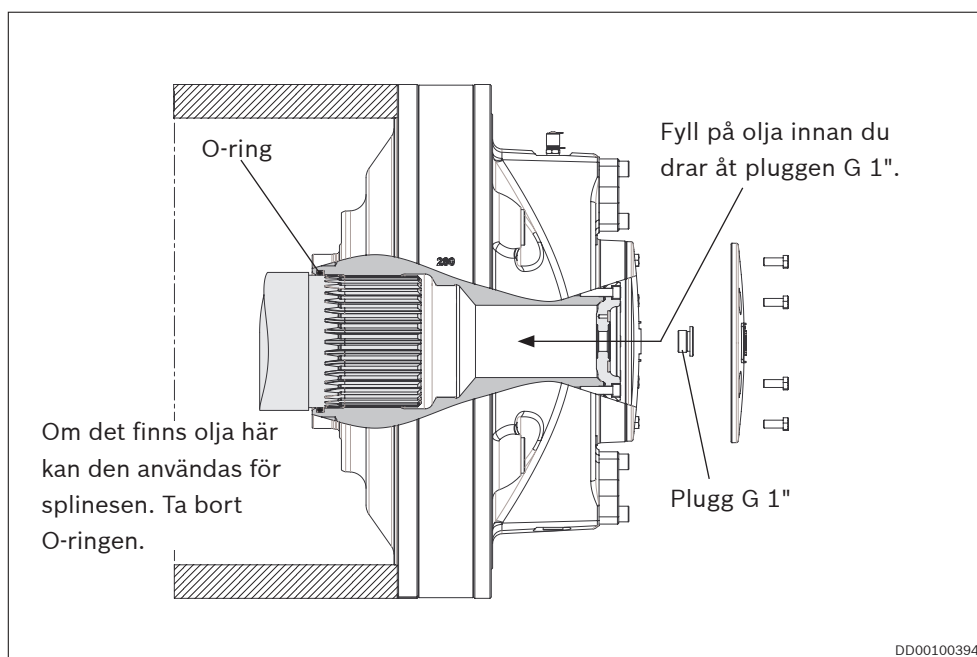

Fig. 44: Flänsmonterad motor, horisontell axel
2. Fyll på hydraulolja till G 1"-gängen. Se *Fig. 44.*